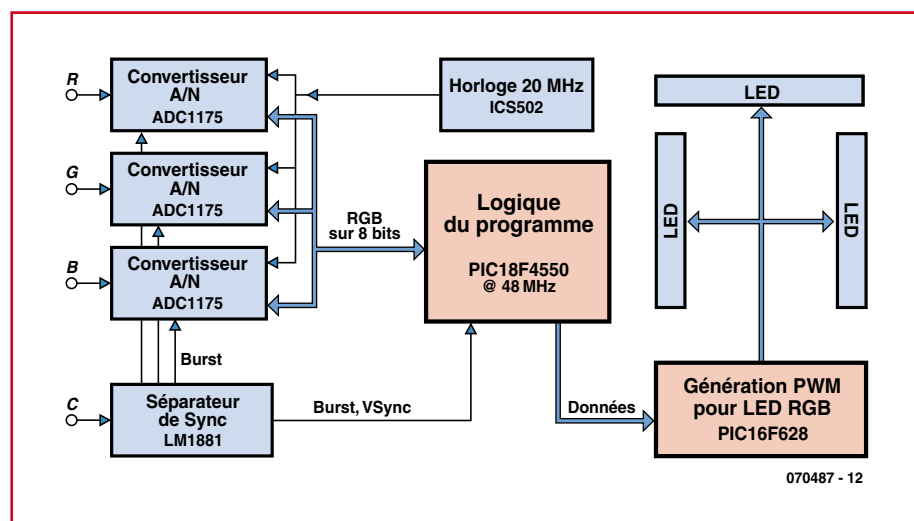
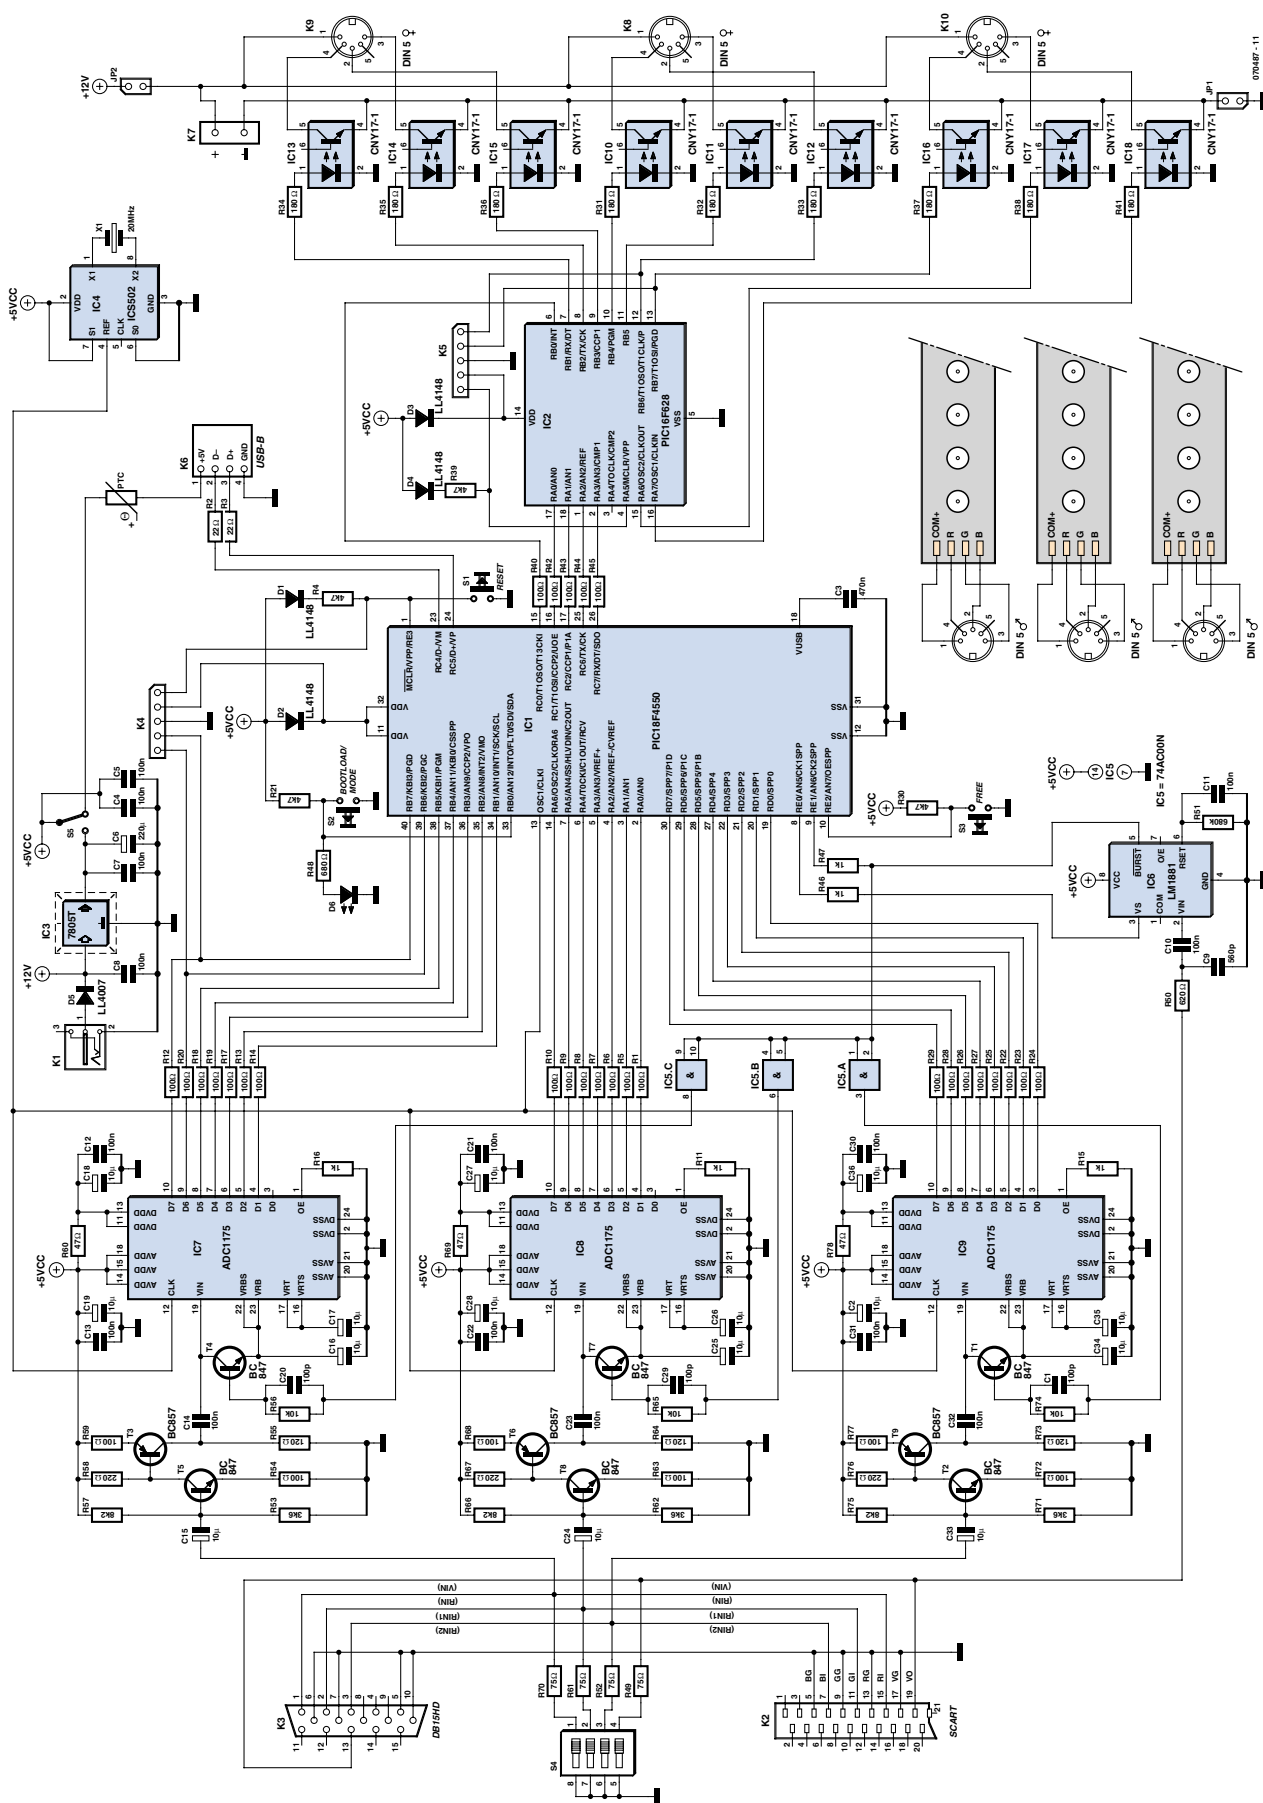

Figure 1. Synoptique de TV-Light. L'approche numérique de notre système d'éclairage d'ambiance compte 2 (!) microcontrôleurs.
Figure 2. Schéma détaillé de TV-Light. Il est facile de retrouver et d'identifier ici les sous-ensembles fonctionnels du synoptique.
- Souder les 4 conducteurs (3 x couleur + +5 V) sur les 4 plots carrés ; leurs extrémités libres seront soudées à une fiche DIN-5 en respectant le brochage donné sur le schéma de la figure 2.
L'examen du synoptique de la **figure 1** nous montre que nous utilisons, en entrée, 4 signaux disponibles soit sur la prise Péritel du lecteur de DVD, soit sur la prise VGA_IN du PC : Rouge (R), Vert (G), Bleu (B) et Vidéo Composite (C). Quelle que soit la solution adoptée, le traitement est similaire. Les 3 premiers signaux véhiculent les informations couleur individuelles contenues par chacune des lignes constitutives de l'image, le dernier signal, C, servant « uniquement » à extraire les informations de synchronisation hori-
Le schéma de la **figure 2** n'est en fait qu'une reprise, en plus détaillé, du synoptique de la figure 1 dont il respecte